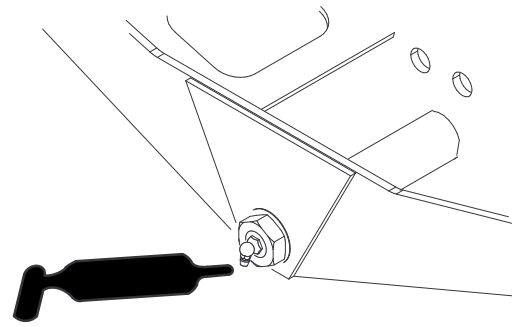

Bild 49
- Achsenlenkzapfen (1) (Bild 49)